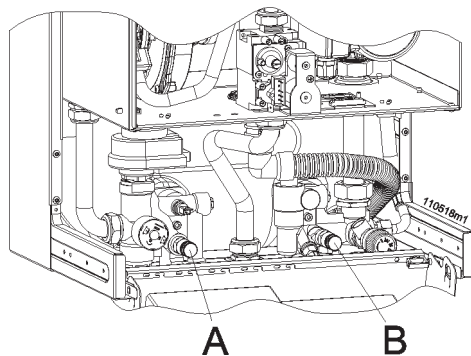

Figura 43 - Rubinetti di scarico circuito riscaldamento
- collegare ai rubinetti di scarico "A" e "B" (vedi figura 43) un tubo flessibile di gomma e convogliarlo nello scarico di un lavello o simile;